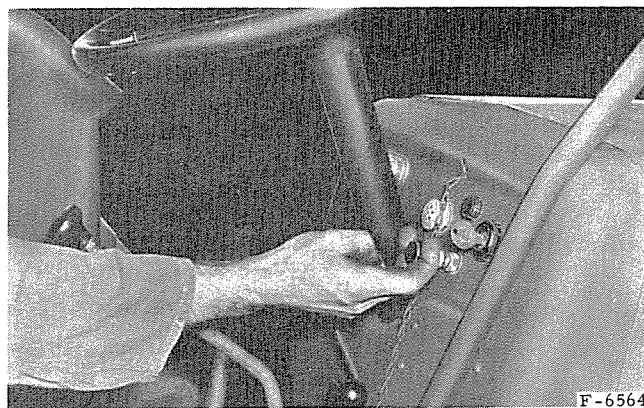

Fig. 10. — Tirez le bouton de réchauffage-démarrage.
Tirez le bouton de réchauffage-démarrage, fig 10, jusqu'à ce que vous sentiez une résistance et maintenez-le dans cette position pendant 15 à 20 secondes en temps normal ou un peu plus longtemps suivant la température ambiante. La lampe témoin (22) fig. 8 indique que le dispositif de réchauffage fonctionne.